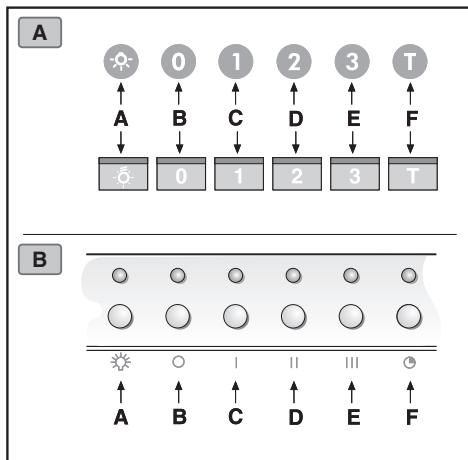

Fig.12
• Comandi luminosi (Fig.12.A.B.) la simbologia è di seguito riportata: